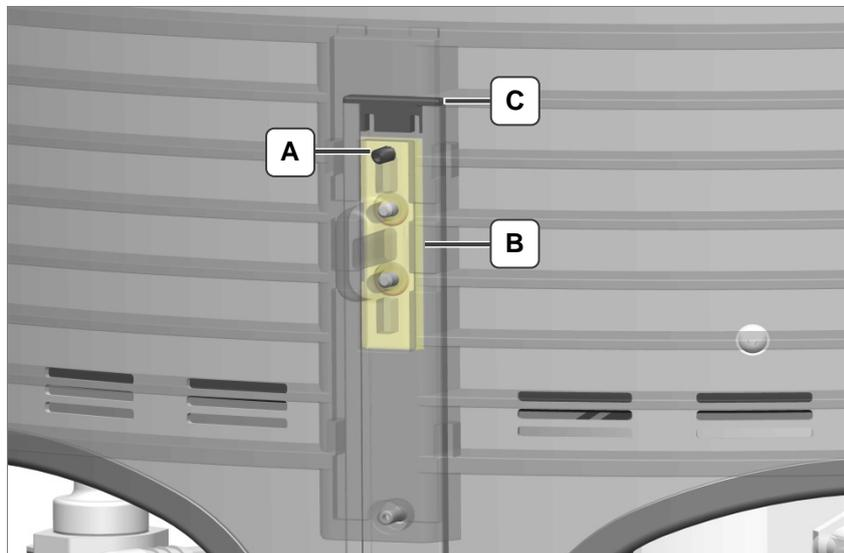

Fig. 4.2.1 Mécanisme de guidage des grilles de protection
2. Dévissez d'env. 2 tours les vis sans tête (*fig. 4.2.1.A*) situées aux extrémités supérieures des rails de guidage.